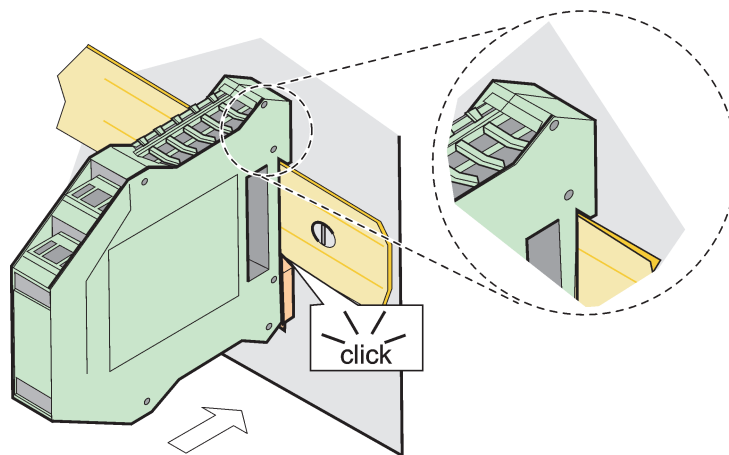

Рисунок 73 Подсоединение модуля расширения
3. Заверните модуль вниз и вдавите в DIN рейку, пока не услышите щелчок (Рисунок 73).